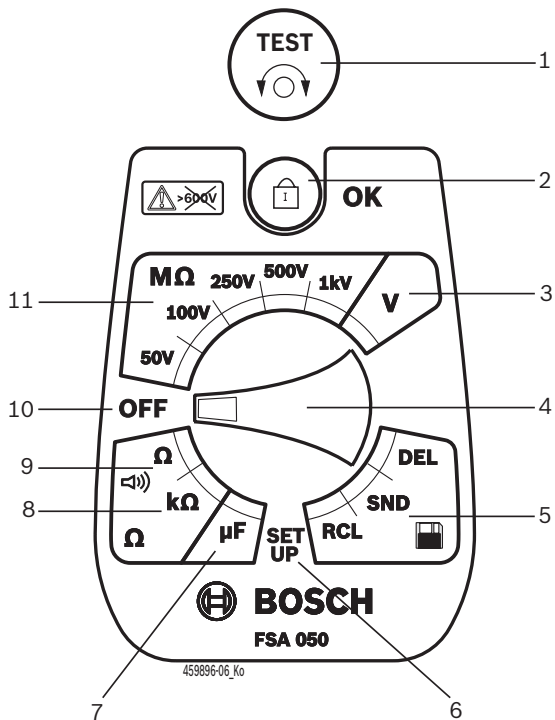

Рис. 2: Поворотный переключатель/кнопки
1. Установите поворотный переключатель на **<SETUP>** (рис. 2, поз. 6).
2. Нажмите и удерживайте около двух секунд **<ТЕСТ>** (рис. 2, поз. 1).
4. Нажмите **<🔒/OK>**, чтобы сохранить нужное значение (рис. 2, поз. 2).